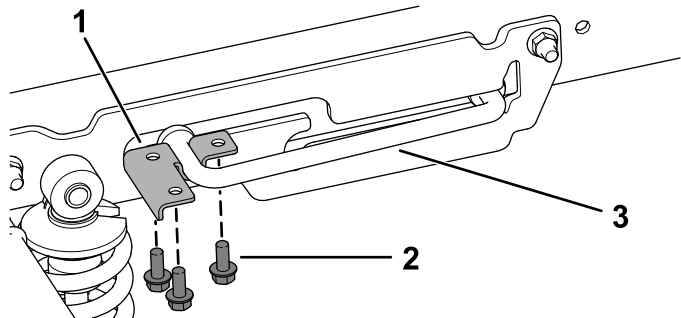

图 2
2. 从支撑杆上卸下 3 个凸缘头螺丝 $5/16 \times 3/4$ 英寸和支撑杆 U 形架 图 2。